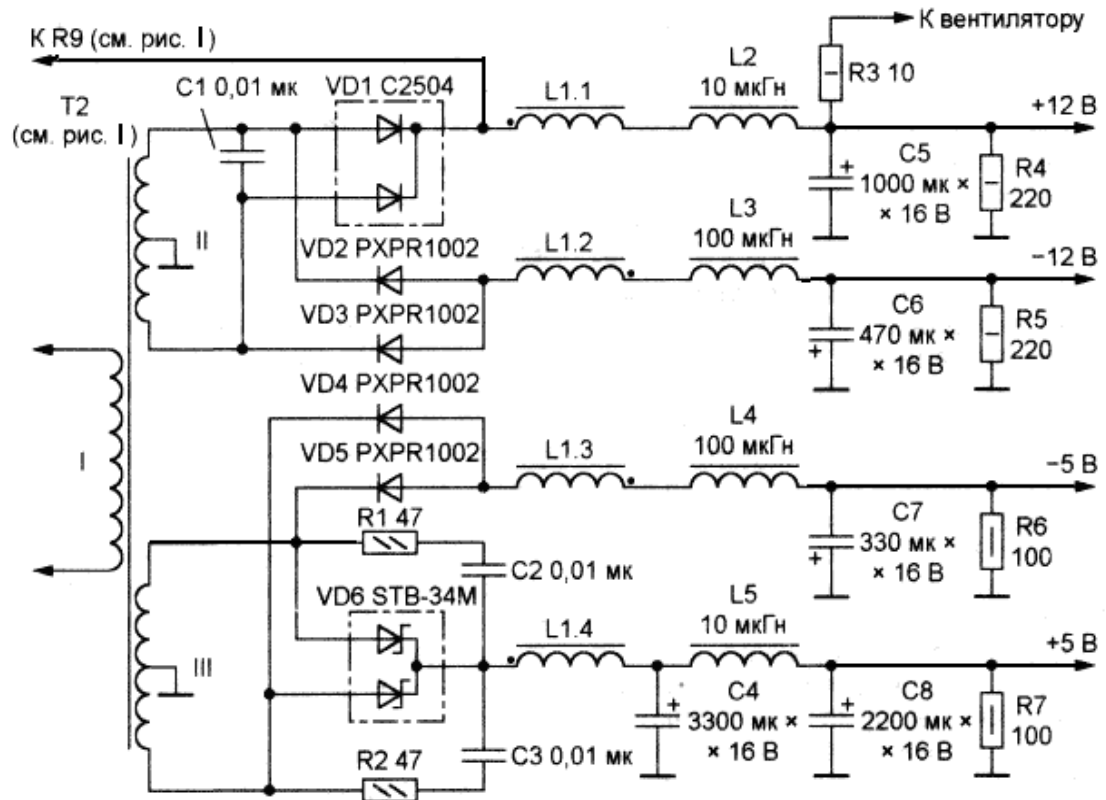

Рис. 2
4. По схеме рис. 2 объясните формирование выходного импульса.
На рис. 2 показана типовая схема четырехканального выпрямительного узла ИБП. Чтобы не нарушать симметрии переманичивания магнитопровода силового трансформатора выпрямители строят только по двухполупериодным схемам, причем мостовые выпрямители, для которых характерны повышенные потери, почти не применяют.